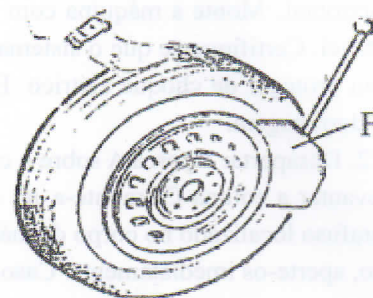

Fig 5
Certifique-se de esvaziar completamente o ar dos pneus, coloque o pneu contra o tampão de borracha (S). Traga a pá contra a talão cerca de 10 mm da borda do aro como mostrado na Fig 5. Pise no Pedal quebrador de talão (U) para empurrar a pá no pneu. Repita as operações acima em diferentes posições ao redor do pneu e em ambos os lados do pneu até a talão do pneu ser completamente liberada.